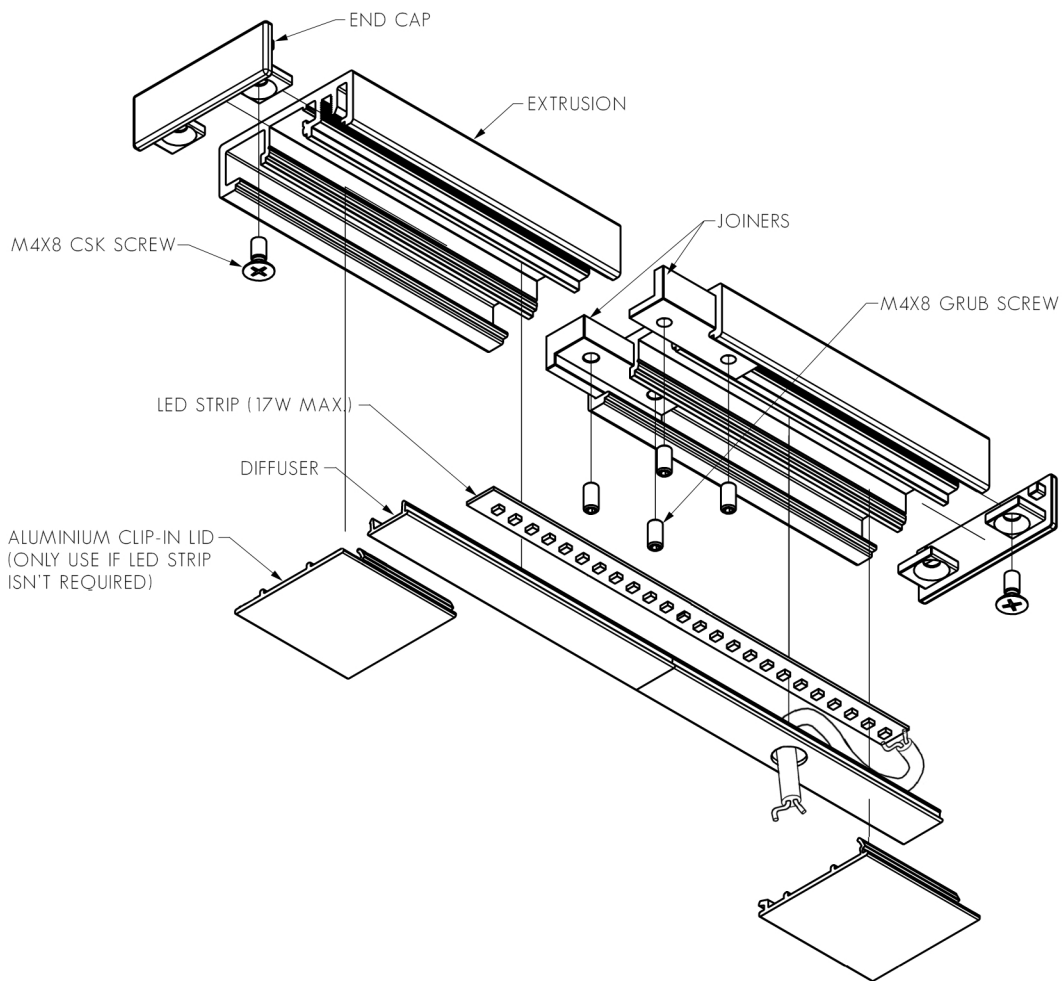

FIG. 5 - ENSURE JOINERS ARE LOCKED TOGETHER TIGHTLY
NOTE: RICHE RAIL 17 EXTRUSION IS NOT SYMMETRICAL. ONE SIDE HAS AN EXTRUDED SCREW RAIL WHICH MUST BE ON THE SIDE FARTHEST FROM THE WALL. SEE FIGURES 5 OR 6 ON PAGE 4 FOR DIRECTION.
4. THE NEXT LENGTH OF HANDRAIL IN THE EXAMPLE REQUIRES A JOIN. MEASURE THE TOTAL LENGTH REQUIRED, THEN CUT THE TWO LENGTHS OF HANDRAIL, ENSURING THAT THE JOIN IS NO MORE THAN 50MM FROM A WALL BRACKET. SEE FIG. 5 ON PAGE 6 FOR LOCATION OF JOINERS.
1. WHERE THERE ARE JOINS, LOCK TOGETHER ONTO JOINERS WITH GRUB SCREWS (SEE FIG. 5).